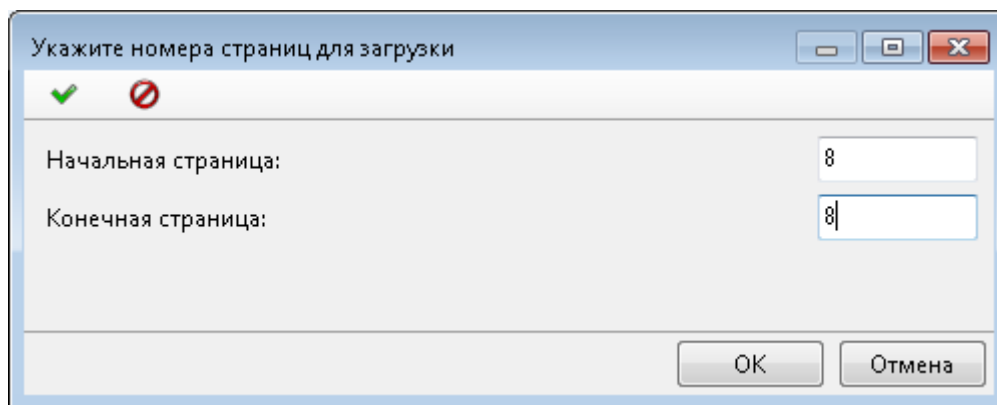

Рисунок 313 — Окно введения начальной и конечной страницы
4.3 в окне «Укажите номера страниц для загрузки» ввести начальную и конечную страницу — 8, нажать ОК (Рисунок 313);